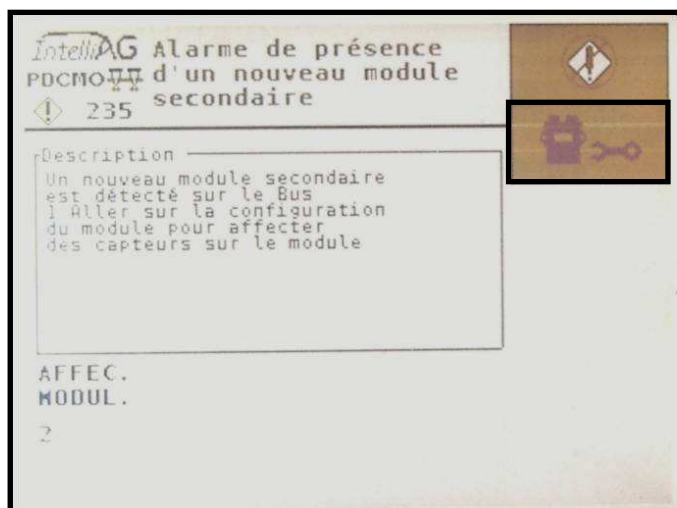

Fig. 1
(Fig.1).
- Se Vi è necessario tagliare file all'interno della seminatrice, utilizzare il tasto  per posizionare il cursore A sulle differenti file: (Fig.1).
- Attendre que la page **Alarme nouveau module** s'affiche à l'écran (Fig.1).
- Appuyer sur la touche  **Configuration module** (Fig.1).
- Wait until the page **New module alarm** is displayed on the screen (Fig.1).
- Press the key  **Module configuration** (Fig.1).